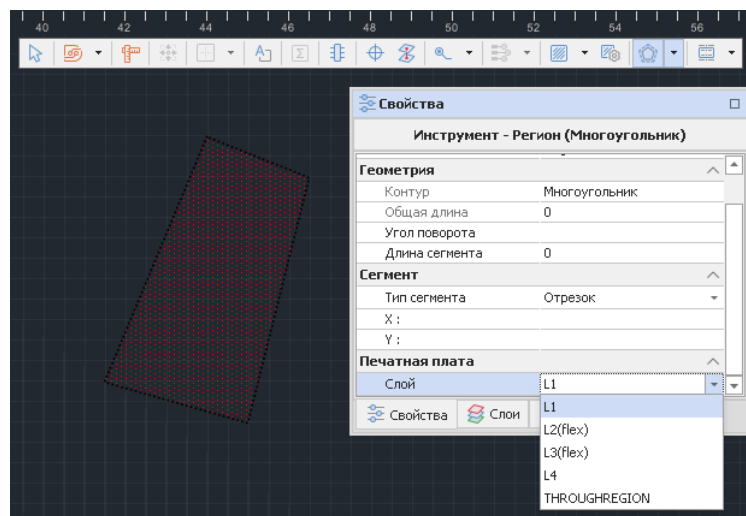

Рис. 133 Выбор слоя для региона
4. Выбрать слой, на котором будет размещен регион в панели «Свойства» → «Печатная плата» → «Слой», см. Рис. 133. При выборе слоя THROUGHREGION регион будет использоваться на всех проводящих слоях печатной платы сразу.